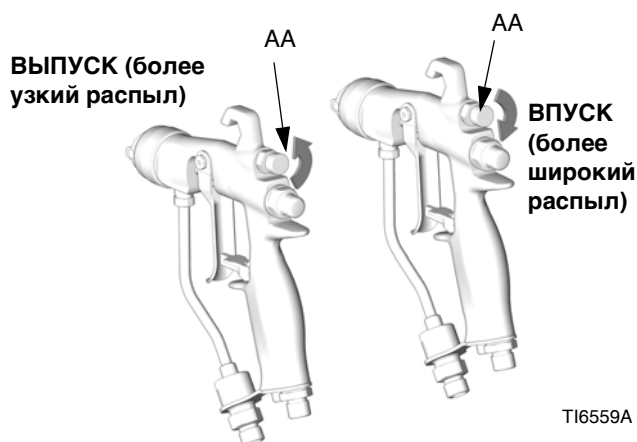

Рис. 5. Ручка регулятора формы распыла
- См. Рис. 5. Закройте подаваемый для регулировки формы распыла воздух, повернув ручку (АА) по часовой стрелке (впуск) до упора. В результате в пистолете-распылителе будет установлен самый широкий распыл.
- См. Рис. 5. Для сужения формы распыла следует повернуть ручку регулятора (АА) против часовой стрелки (ВЫПУСК). Если факел распыла недостаточно узок, немного увеличьте давление воздуха в пистолете-распылителе или воспользуйтесь наконечником другого размера.